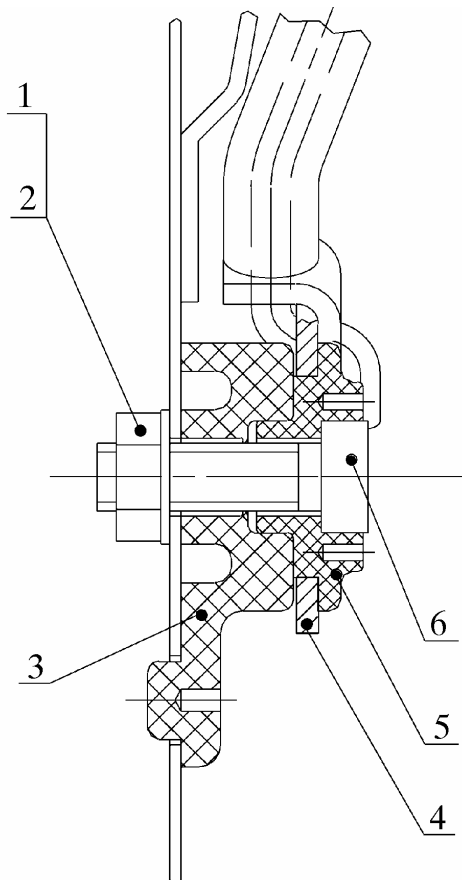

Рис. 36. Установка рычага тяг задней левой двери:
- 2) гайку 1 (рис. 36) крепления рычага 4 тяг, кронштейна 3 рычага тяг и оси 5 рычага тяг затянуть с моментом, обеспечивающим неподвижность кронштейна 3 и оси 5. Рычаг 4 тяг должен перемещаться на оси 5 свободно, без заеданий